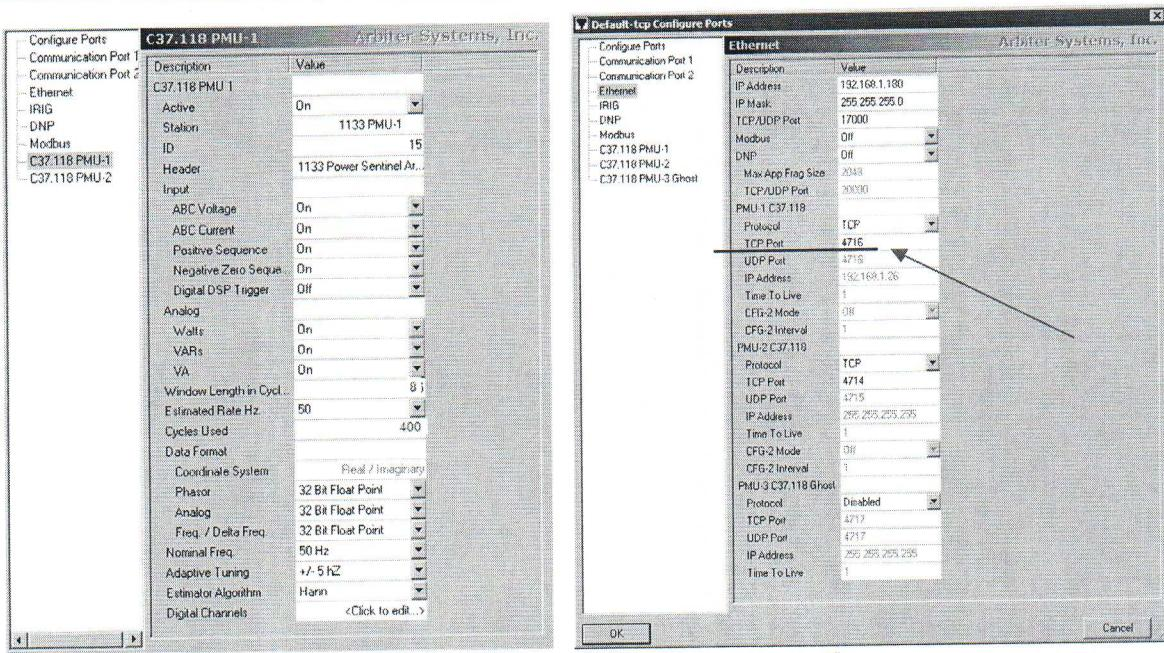

Рисунок 3
7.3.4.9 Задать параметры конфигурации порта Ethernet, (рисунок 3б). Из ниспадающего списка для PMU-1 C37.118 выбрать протокол TCP и записать номер TCP порта (4716, (рисунок 3б)) определенный ПО PSCSV™, (номер TCP порта необходим для связи со счетчиком 1133 А в программе UVITest) и нажать кнопку OK для записи параметров в память счетчика 1133А.